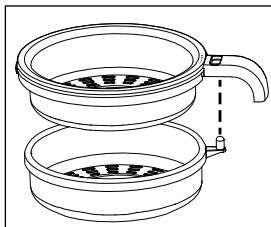

Fig. 1
- ◆ Eventualmente svolgere il cavo di allacciamento dall'avvolgicavo ❿.
- ◆ Assemblare il filtro ❹/❺. Unire le due parti in modo che il selettore ❻ sporga attraverso la corrispondente apertura della parte superiore ❹ (Fig.1). Premere insieme le due parti fino ad innestarle.